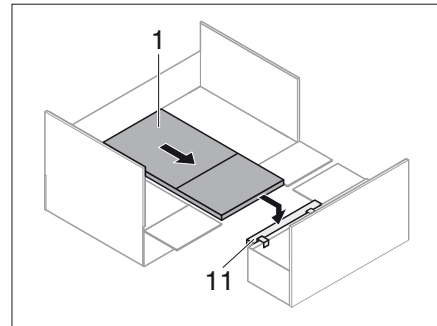

Bild 231 Bord på sänglåda
- Hakas fast sänglådan (Bild 231,11).
- Dra ut hängbordet (Bild 231,1) och sätt det på sänglådans stöd (Bild 231,11).